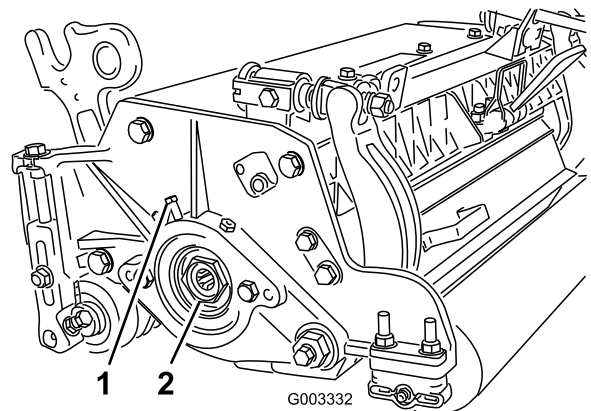

Figura 32
- A. Afloje el tornillo de fijación exterior que sujeta la tuerca de ajuste del cojinete al alojamiento del cojinete situado en el lado izquierdo de la unidad de corte (Figura 32).